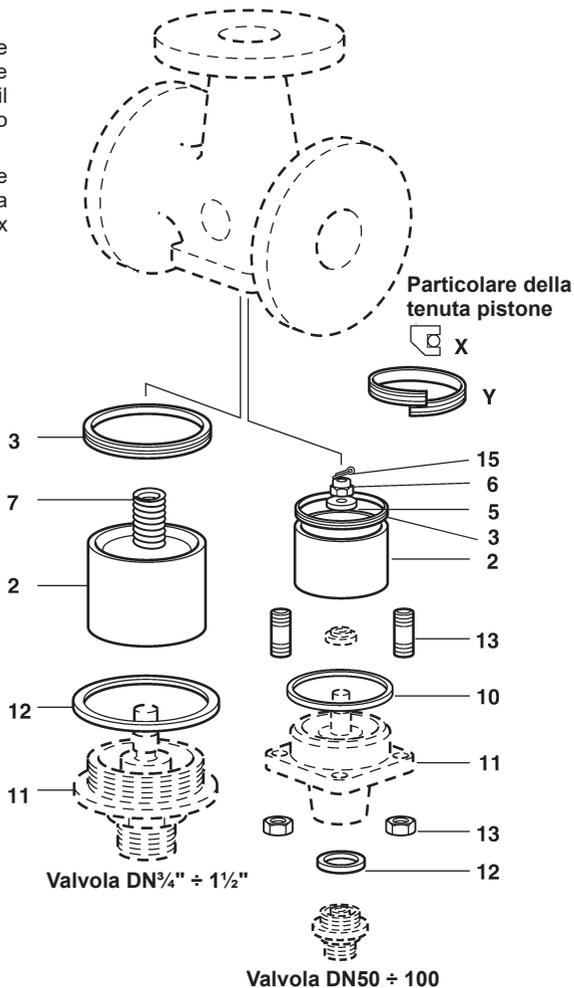

Fig. 13
4.3 Sostituzione dell'anello di tenuta pistone (vedere Fig. 13)